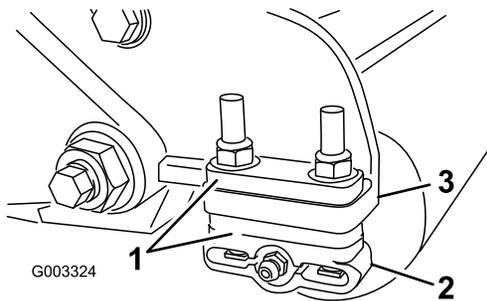

**Bild 12**
3. Führen Sie an einer Seite der Spindel einen langen Streifen Papier zwischen der Spindel und dem Untermesser ein (Bild 12). Drehen Sie die Einstellschraube des Untermesserträgers, während Sie die Spindel langsam vorwärts drehen, nach rechts (am selben Ende der Spindel) (Bild 11), jeweils um einen Klick, bis das Papier fest gehalten wird, wenn Sie es von vorne parallel zum Untermesser einführen. Wenn das Papier gezogen wird, sollten Sie einen leichten Widerstand spüren.
5. Vergewissern Sie sich nach dieser Einstellung, dass die Spindel Papier einklemmen kann, das von vorne eingeführt wird, und Papier schneiden kann, das senkrecht zum Untermesser eingeführt wird (Bild 12). Papier müsste sich mit minimalem Kontakt zwischen Untermesser und Spindelmessern schneiden lassen. Wenn ein zu großer Spindelwiderstand besteht, läppen oder schleifen Sie das Mähwerk nach, um die für einen genauen Schnitt erforderlichen scharfen Kanten zu erhalten (weitere Angaben finden Sie in der Toro Anleitung Schärfen von Spindel- und Sichelmähern, Form No. 80-300PT).